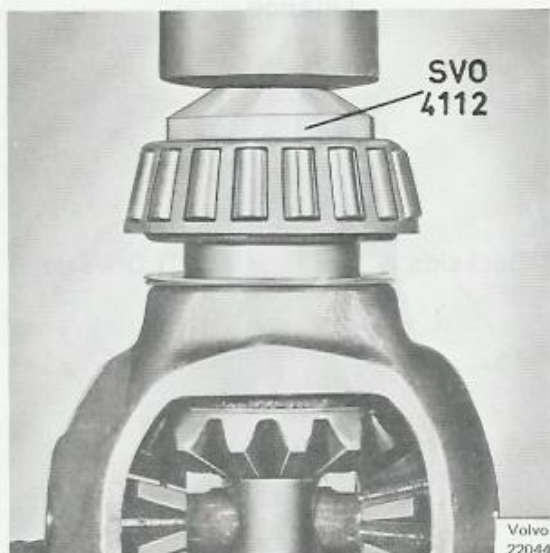

Bild 60. Montering av differentialhuslager
4. Sätt justermellanläggen på differentialhuset och pressa på lagren. Använd därvid dorn SVO 4112, se bild 60. Vid montering av det andra lagret